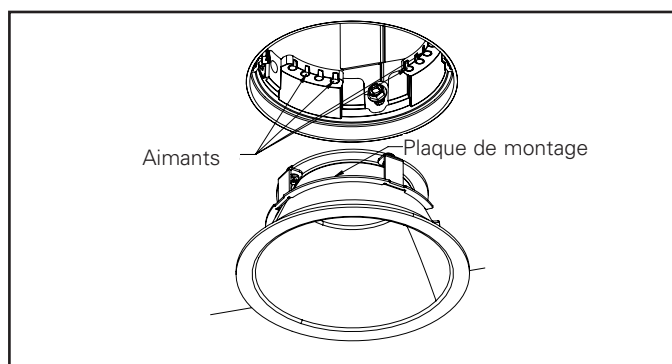

Figure 19.
Pour les garnitures de lèche-mur, les conditions optimales sont obtenues avec un angle d'inclinaison de 15 degrés et une optique de 70 degrés; pour un lèche-mur double, l'angle d'inclinaison devrait être de 0 degré (Figure 19).
6. Alignez les plaques de montage avec les aimants et positionnez la garniture contre le plafond (Figure 19).